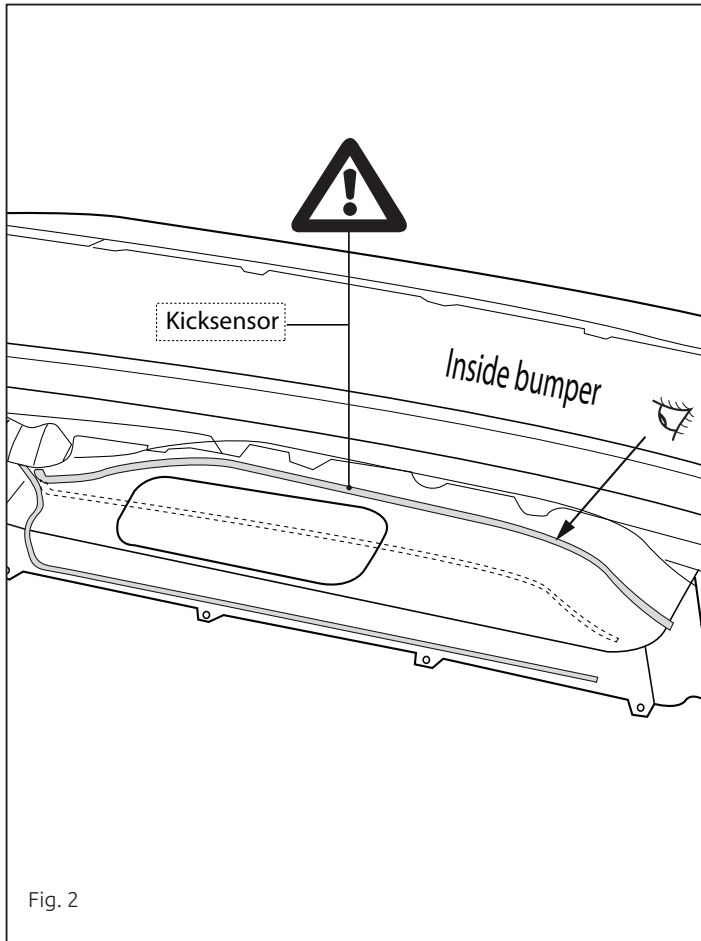

Fig. 2
2. **Внимание, если имеются:** Переместите датчик и установите его с новой двухсторонней лентой. См. рисунок 2